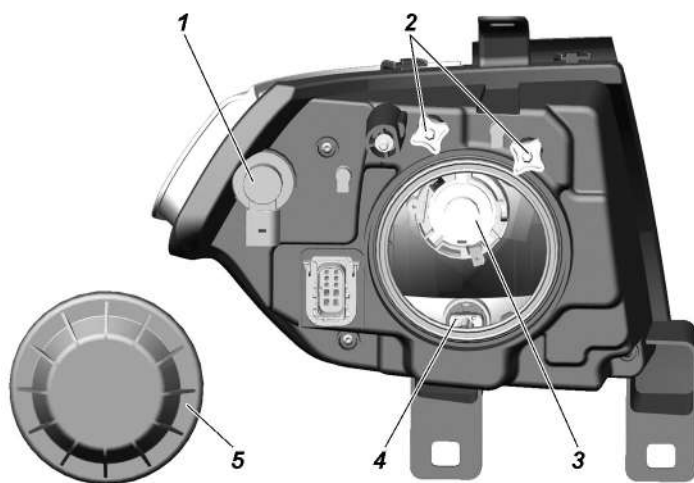

Рис. 9.31. Фара:
3. Включите ближний свет фар и, поочередно закрывая каждую фару, вращением регулировочных винтов 2 (рис. 9.31) добейтесь, чтобы светотеневая граница слева от точек Е и Е' совпала с линией 1, а справа – с линиями 2 и 2' для левой и правой фар соответственно. Точки перелома светотеневой границы должны совпадать с точками Е и Е'.
Замена ламп фар. Для замены лампы указателей поворота снимите колодку с патрона 1 (рис. 9.31), поверните патрон по часовой стрелке (для правой фары) или против часовой стрелки (для левой фары) и выньте патрон в сборе с лампой.